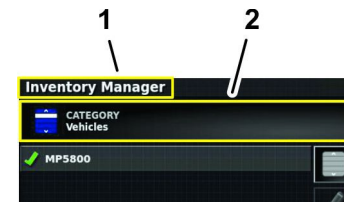

图 98
5. 如果要导出的信息类型类别例如产品、定制喷嘴、场地、作业、场地边界、AB 线和曲线未显示在“类别”图标上请按“类别”图标 图 98。